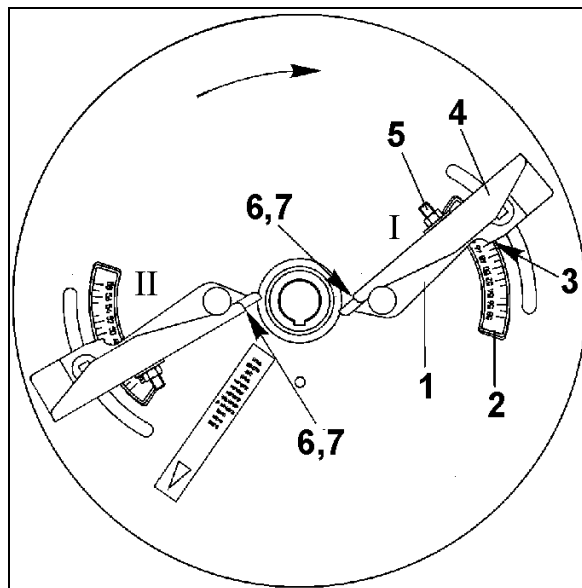

Fig. 64
stilles inn med teleskopvingene (Fig. 64/1) i henhold til opplysningene i spredetabellen og er avhengig av gjødseltypen som skal spres, og avstanden fra første kjørespor til kanten av jordet:
1. Teleskopvingene (Fig. 64/1) svinges inn i skalaens (Fig. 64/2) område når låsemutteren er løsnet. Les av tallverdien på avlesekannten (Fig. 64/3) før du trekker til låsemutteren.
2. Still inn den ytre vingedelen (Fig. 64/4) langs skalaen Fig. 64/6) til en høyere bokstavverdi når mutteren er løsnet (Fig. 64/5). Den ytre vingedelens stilling leses av ved avlesekannten (Fig. 64/7) på skalaen.